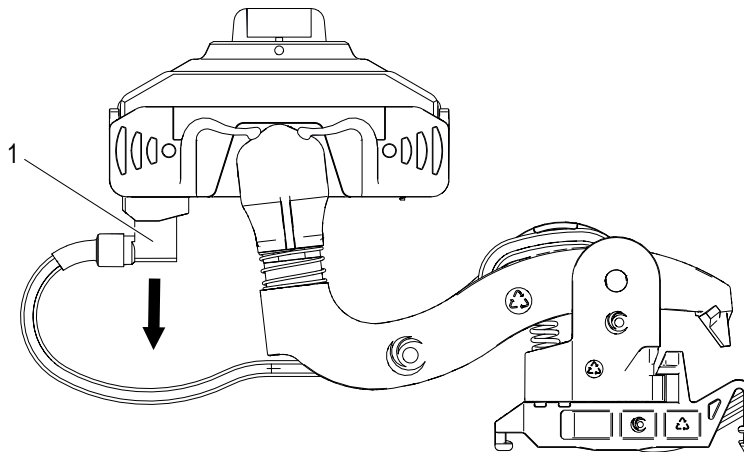

Abb. 170: Gewinkelte Flachsteckhülse abziehen
→ Das Abnehmergehäuse muss beidseitig hörbar einrasten (siehe Abb. 170)
→ Die gewinkelte Flachsteckhülse (1) vom Abnehmerkopf abziehen (siehe Abb. 170).